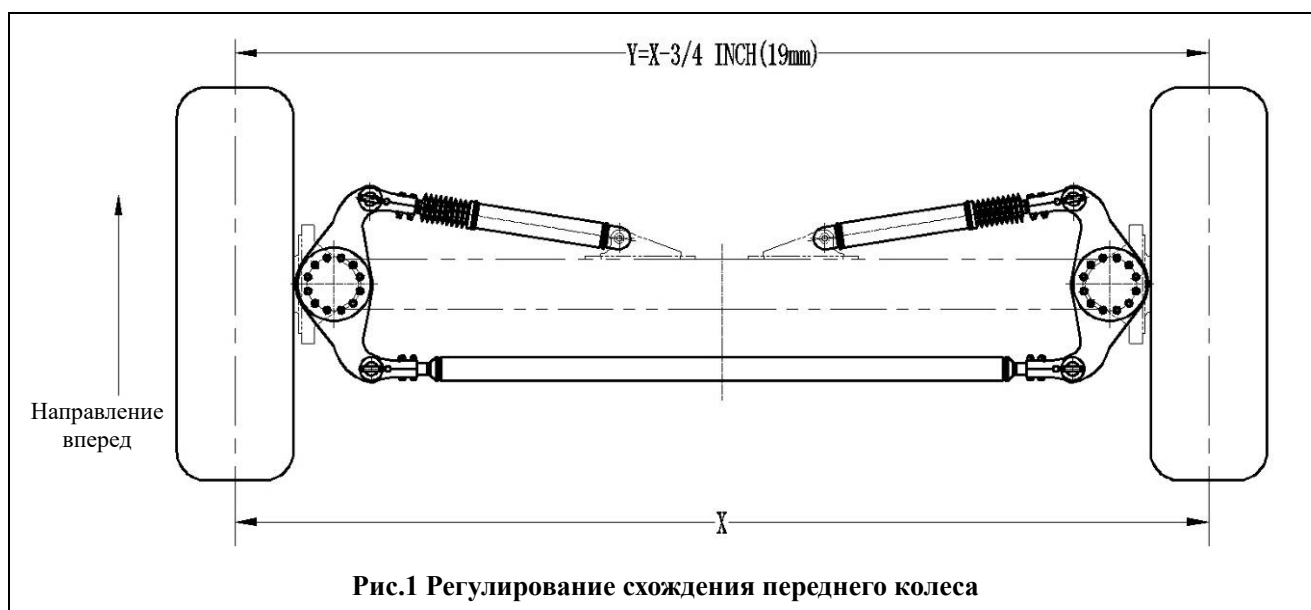

Рис.1 Регулирование схождения переднего колеса
3. Проверить схождение переднего колеса и отрегулировать следующим образом (рис. 1).